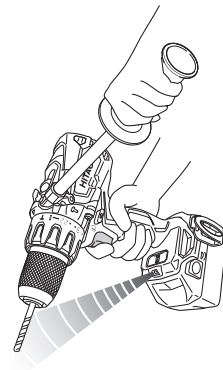

Fig. 25
17. Señales de aviso de luz LED (Fig. 25)